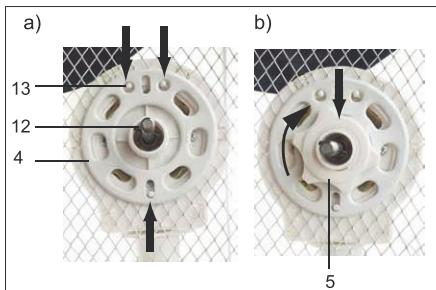

Fig.159: Монтаж задней защитной решетки
4. Установите заднюю защитную решетку (4) на ось (12) и направляющие штифты (13) блока двигателя. См. рис. 159, а).
5. Установите шестигранную гайку (5) на ось перед задней защитной решеткой и закрутите ее по часовой стрелке. См. рис. 159, б).